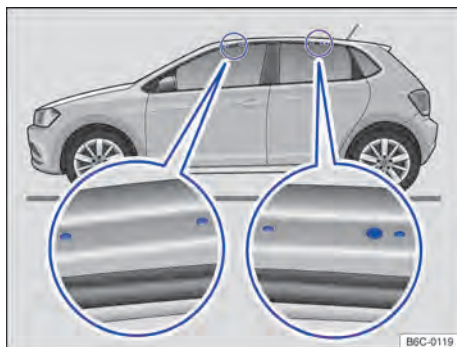

Fig. 156 Pontos de fixação dos suportes de base do bagageiro do teto (ambos os lados).
Os furos ou marcações dos pontos de fixação dos suportes de base ficam visíveis com a abertura das portas (dianteiras e traseiras) do veículo e encontram-se no lado nas vigas do teto → Fig. 156 (lupa). Os furos ou marcações para fixação atrás encontram-se no lado inferior das vigas do teto → Fig. 156 (lupa direita).
- Fixar os suportes de base somente nas marcações indicadas na figura → Fig. 156.